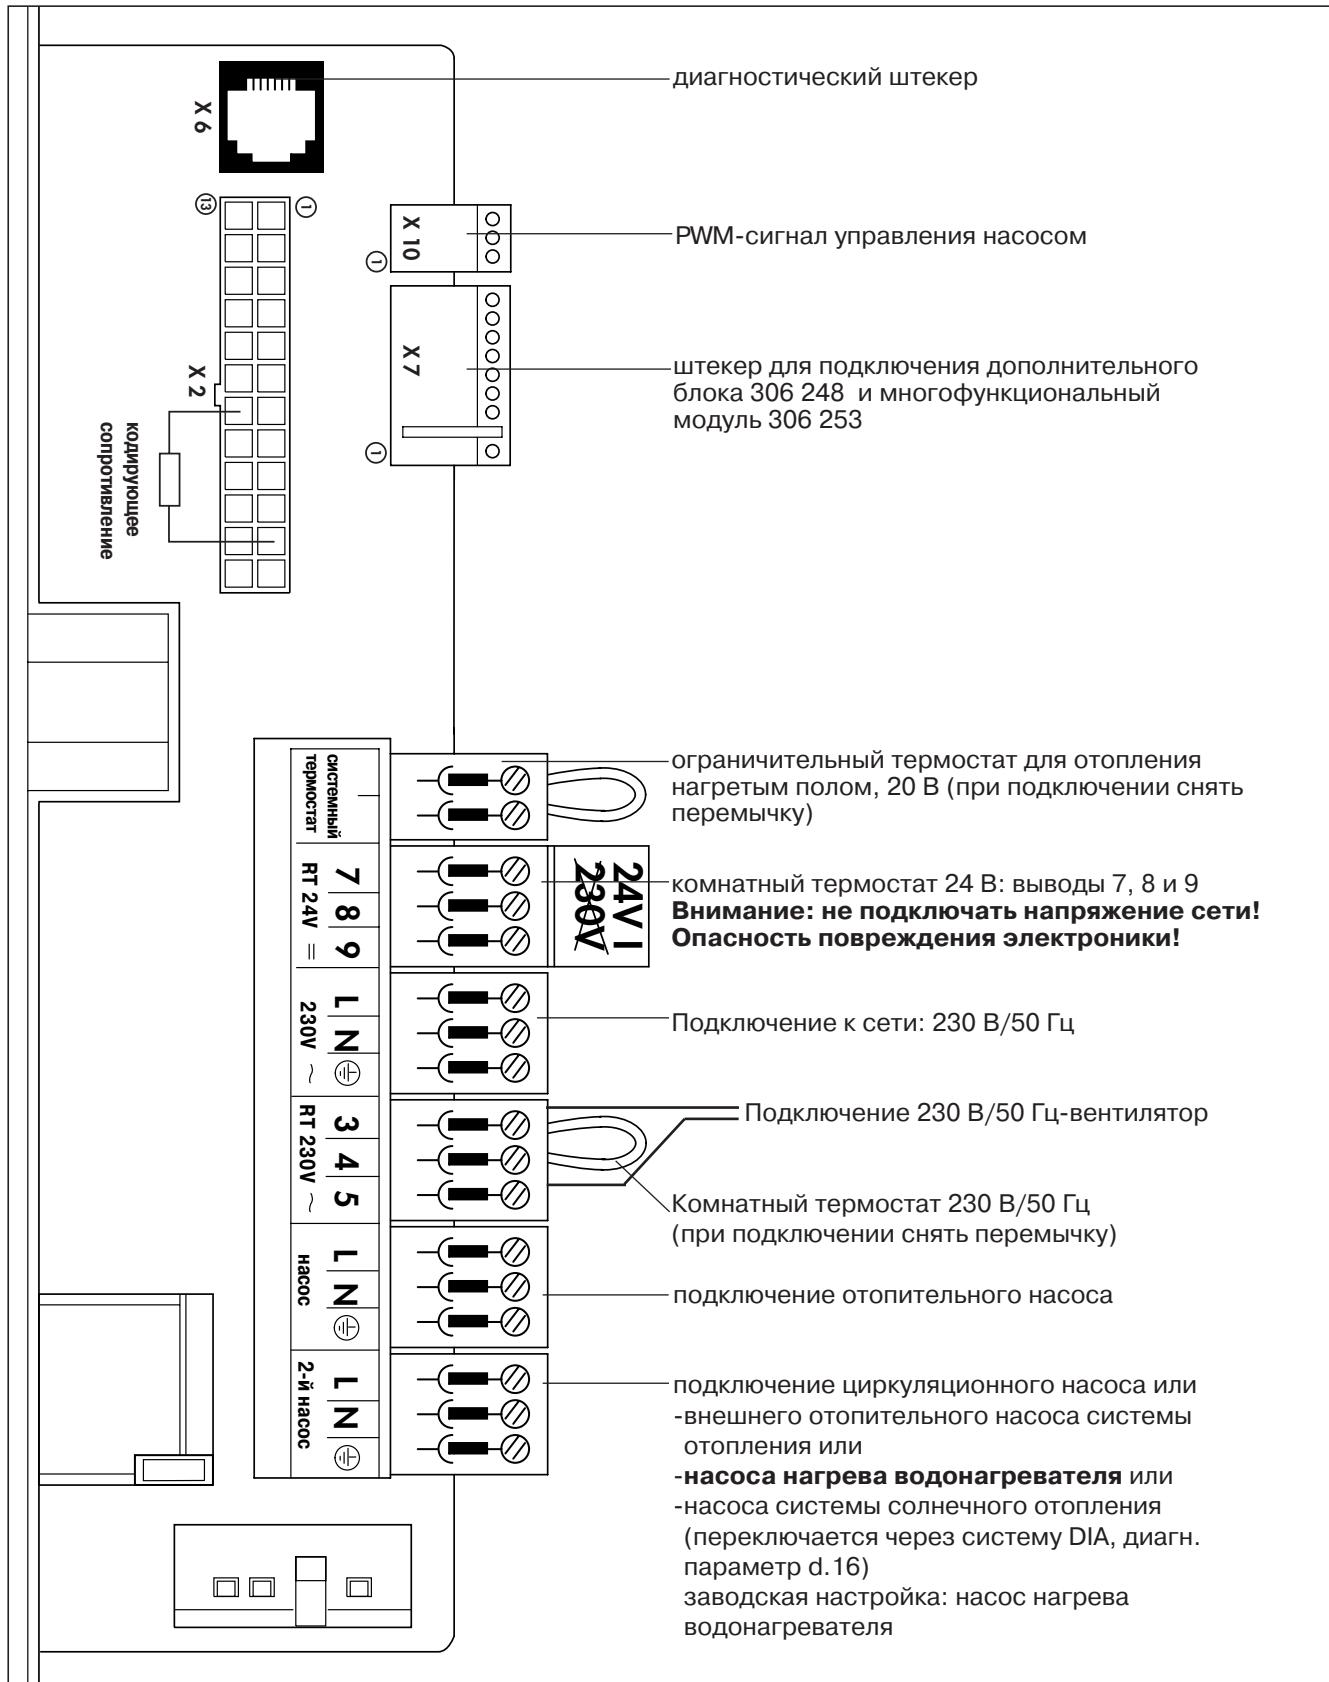

Рис. 4.11 Схема электрических соединений аппарата ecoTEC VU 466
- Подсоедините соединительные кабели согласно рис. 4.11/4.12 к соответствующим штекерам ProE и через соответствующие штекерные гнезда к электронному блоку.
- Подсоедините соединительные кабели согласно рис. 4.11/4.12 к соответствующим штекерам системы ProE и через соответствующие штекерные гнезда к электронному блоку.
- Затем введите присоединительные провода (5) в электронный блок и обрежьте провода (см. рис. 4.11).